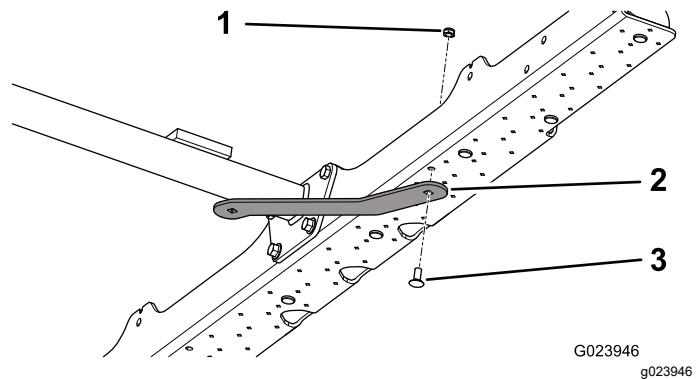

Figura 5
1. Alinee el extremo plano más largo de un tirante con la cara inferior de la placa inferior, de manera que el extremo plano más corto alcance la barra de tracción (Figura 5).
2. Sujete el tirante a la placa inferior con un perno (5/16 x 3/4 pulgada) y una contratuerca (5/16 pulgada); consulte Figura 5.